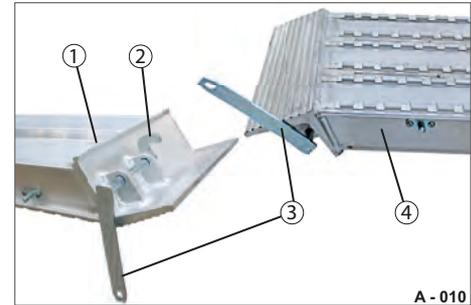
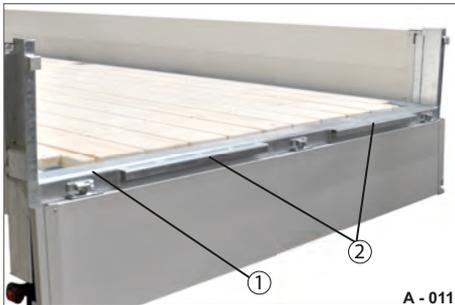

Abb. 14 Sicherungshebel, geöffnet
Abb. 15 Fahrgestell-Ladeflächenkante
► Prüfen, dass der Sicherungshebel (Abb. 14/3) und Sicherungshaken (Abb. 14/2) nicht deformiert sind.
- ▶ Ggf. die Sicherungsschiene (Abb. 15/2) reinigen und den Sicherungshaken (Abb. 14/2) von Verunreinigungen.